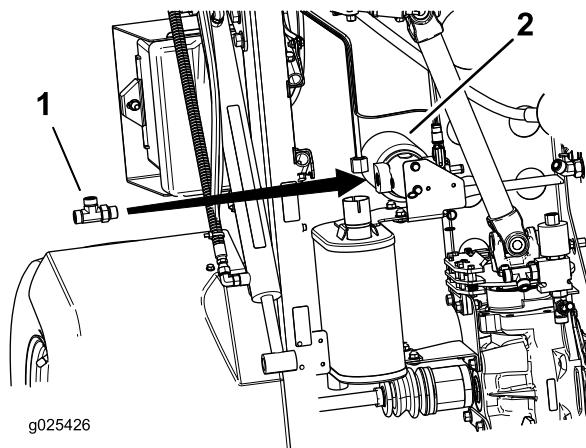

Bild 15
2. Befestigen Sie das T-Anschlussstück mit O-Ringen (Bild 15).